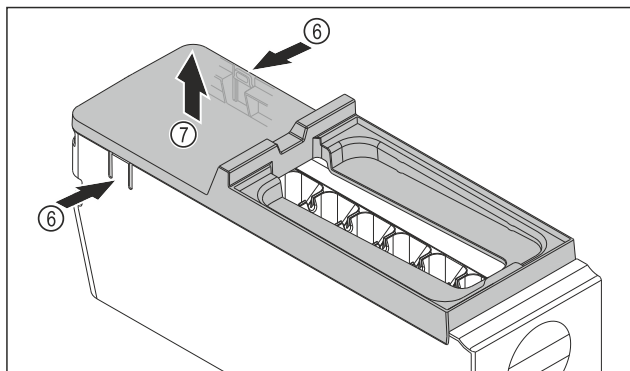

Fig. 92
- ▶ Afdekking van de EasyTwist-Ice-corpus wegnemen: Strips Fig. 92 (6) aan beide zijden van de EasyTwist-Ice-corpus met een hand indrukken.
- ▶ Afdekking Fig. 92 (7) met de andere hand van bovenaf wegnemen.